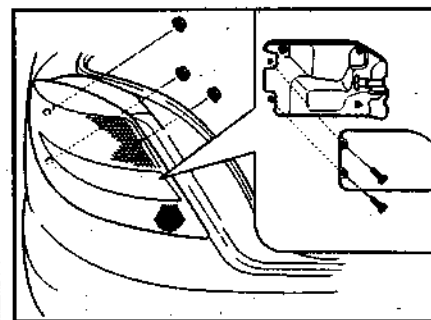

Рис. 127. Расположение винтов крепления заднего указателя поворота
1. С помощью крестообразной отвертки выверните винты крепления заднего комбинированного фонаря к кузову (рис. 127).